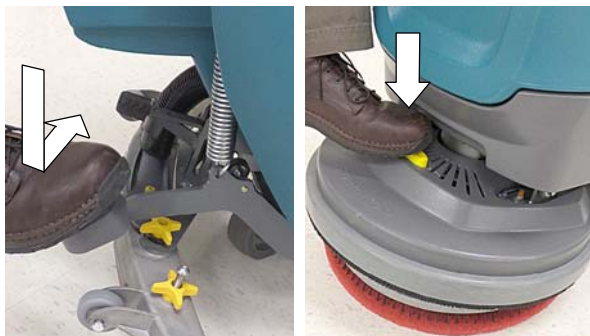

РИС. 17
- Чтобы снять привод(-ы) прокладки/щетку (щетку), поднимите чистящую головку и нажмите на желтую кнопку фиксатора ногой или рукой (Рисунок 17). Прокладка упадет на пол.